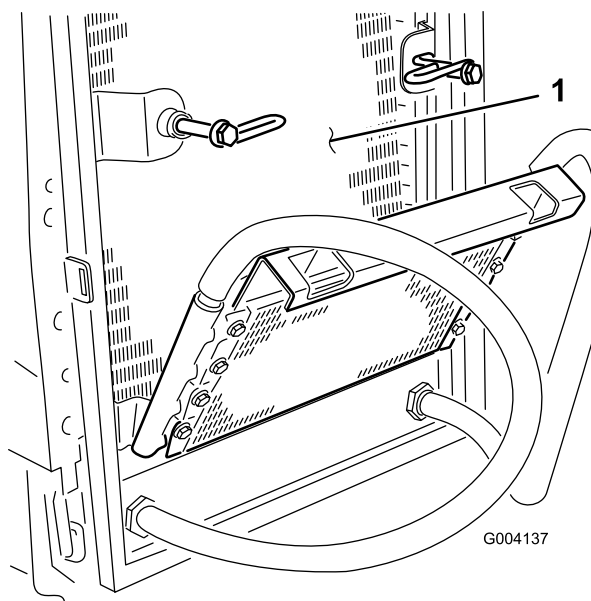

Figura 47
6. Limpie a fondo ambos lados del enfriador de aceite y del radiador (Figura 47) con aire comprimido.